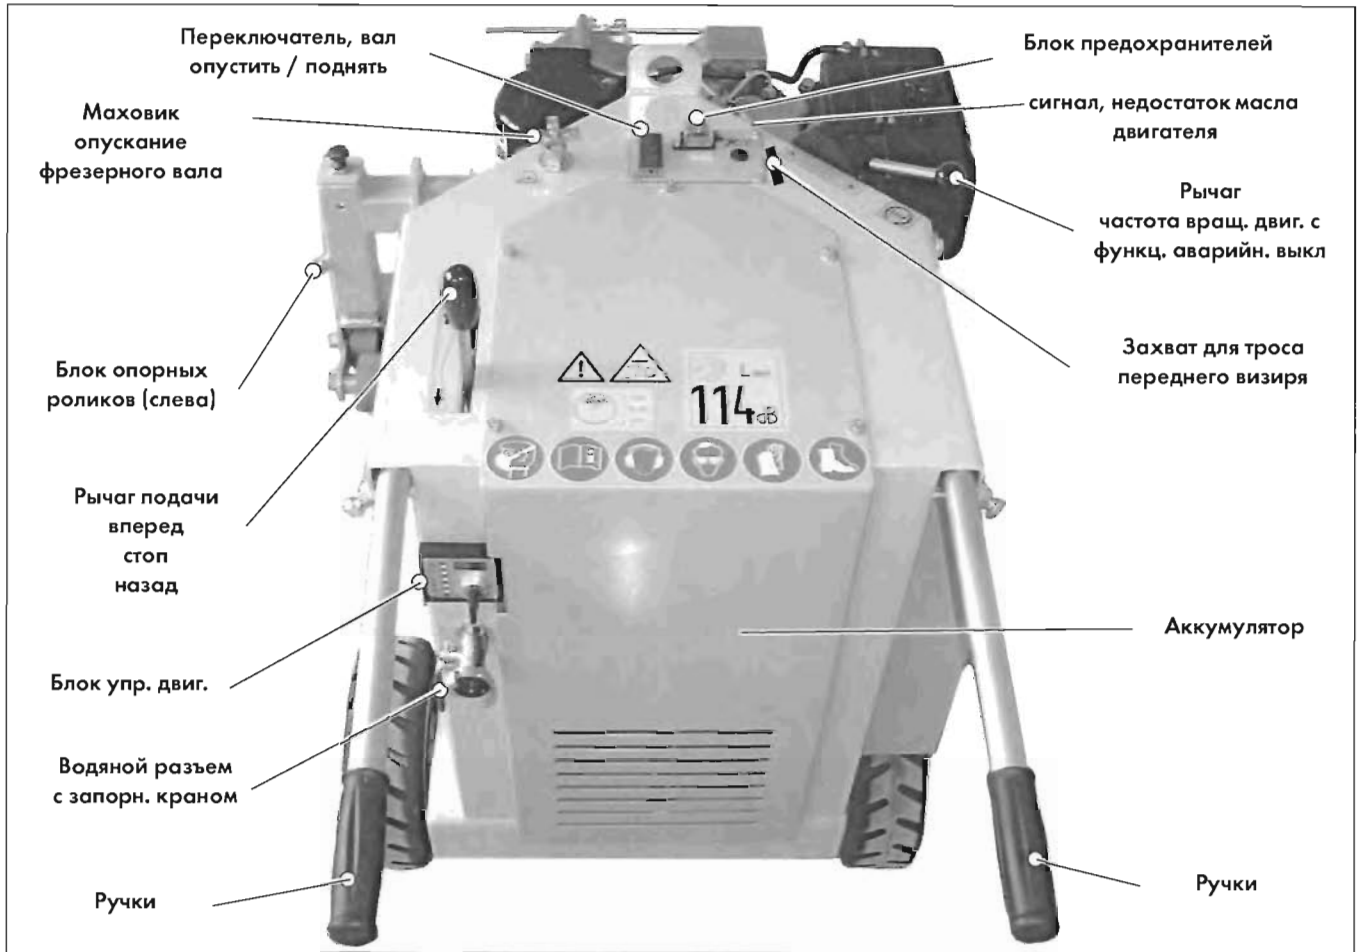

Рис. 4.8 Органы управления, вид с рабочего места
2. Переведите рычаг подачи в "среднее, нейтральное" положение (Рис. 4.8 и 4.11)!
**Фрезерный вал CF•245 D поднимайте только при завинченном маховике (Рис. 4.8)!**
- Осторожно опустите маховиком (невращающийся) фрезерный вал с алмазными дисками (Рис. 4.8)! Обратите внимание, чтобы дистанционные пластины лежали плоскостью под опорными роликами (Рис. 4.13)!